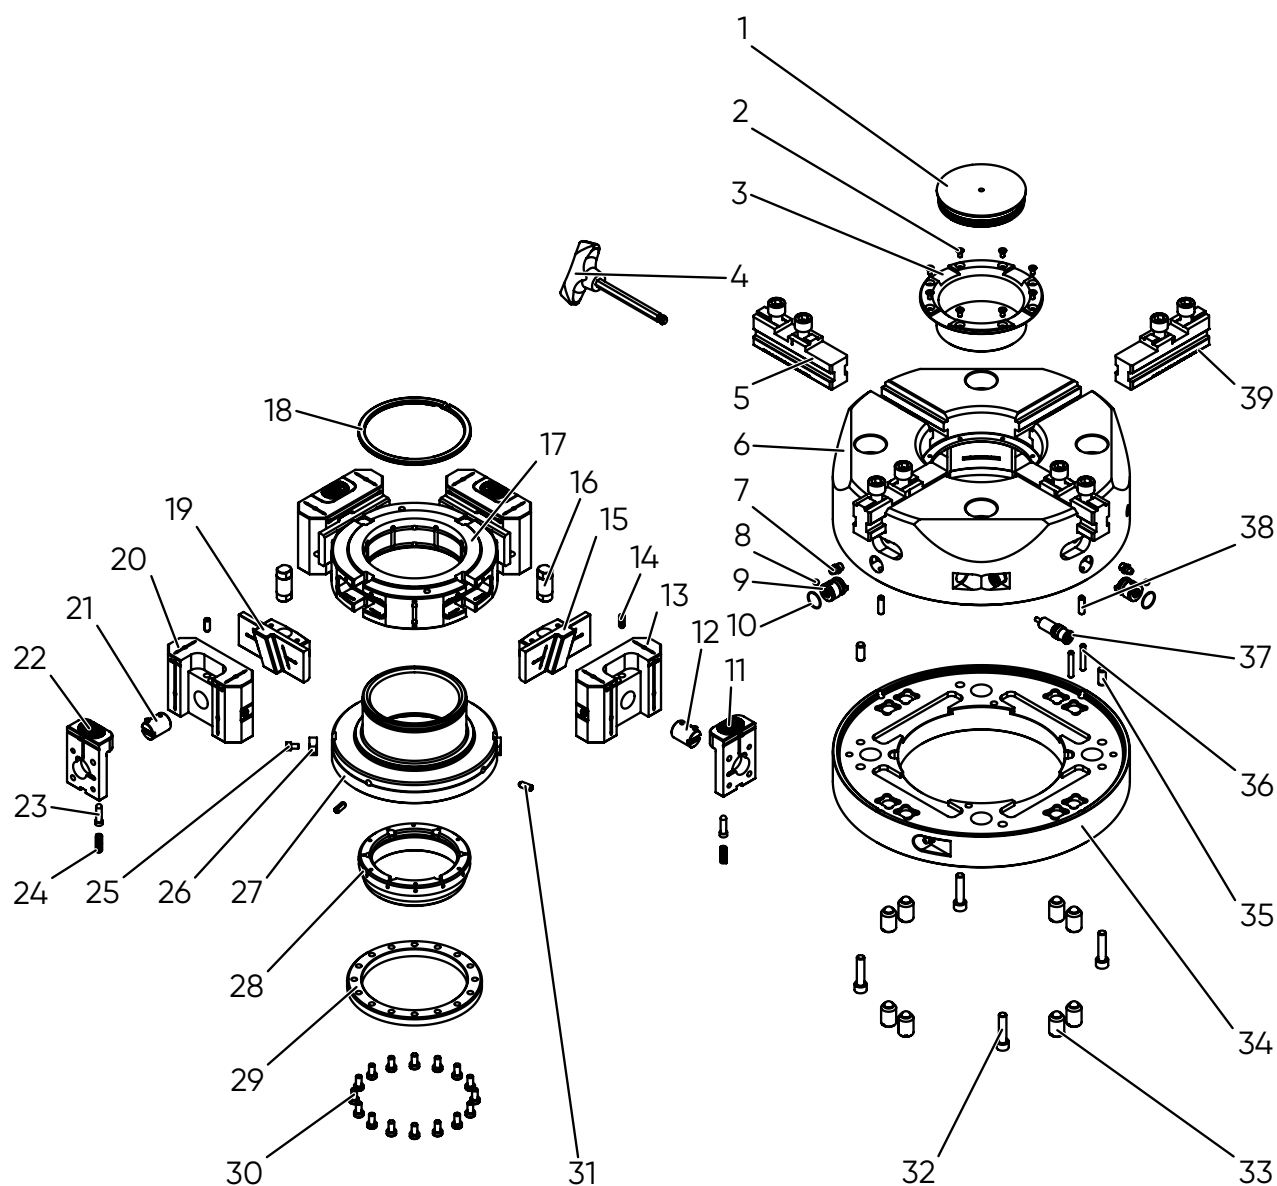

Fig. 8-1: Montaje de las mordazas intercambiables
- Paso 1** Busque la pieza de repuesto que necesita con ayuda de la Fig. 8-1 [...▶ 56].